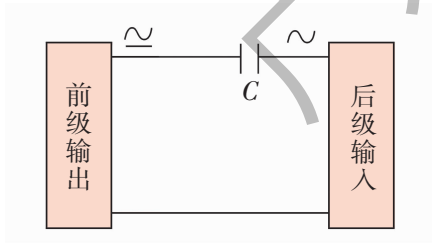

图 2-5-4
在电子技术中, 从某一装置输出的电流常常既有交流成分, 又有直流成分. 如果只需要把交流成分输送到下一级装置, 只要在两级电路之间串联一个电容器, 就可以使交流成分通过, 而阻止直流成分通过, 如图 2-5-4 所示. 用作这种用途的电容器叫做隔直电容器.
1. 在图 2-5-4 中, 电容器应并联还是串联接入电路? 为什么?